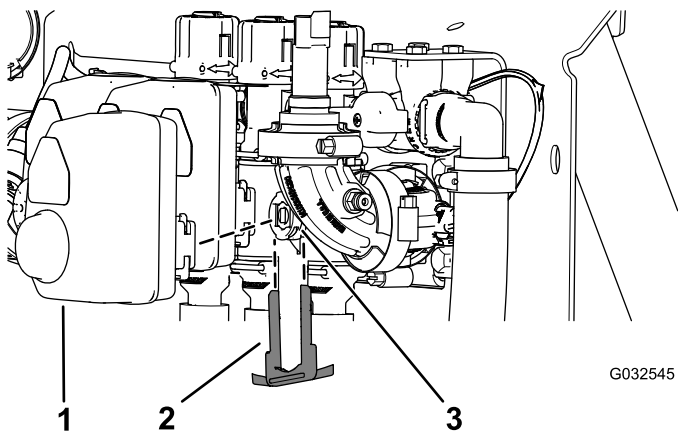

Bild 99
2. Entfernen Sie den Halter, mit dem der Aktuator am Verteilterventil für das Abschnittventil oder das Rührwerkventil befestigt ist (**Bild 99**).